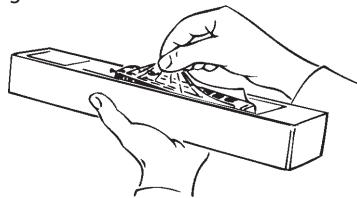

Fig. 2
**Aufrüstung:** Im beigelegten Zurüstbeutel finden Sie auch kleine vorbildgetreue Steckteile für eine erweiterte Aufrüstung Ihres Modells (Fig. 2), die Sie bitte **vorsichtig montieren. Achtung!** Kleben nur mit ausdrücklichem Hinweis.
In the enclosed accessory bag you will find small kits to be fitted on your locomotive. Please **mount them cautiously. Attention!** Use glue only if indicated (fig. 2).
Le sachet joint comprend entre autres des petites pièces de finition conformes à la réalité et à **rapporter avec précaution** par le modéliste (fig. 2), si désiré.